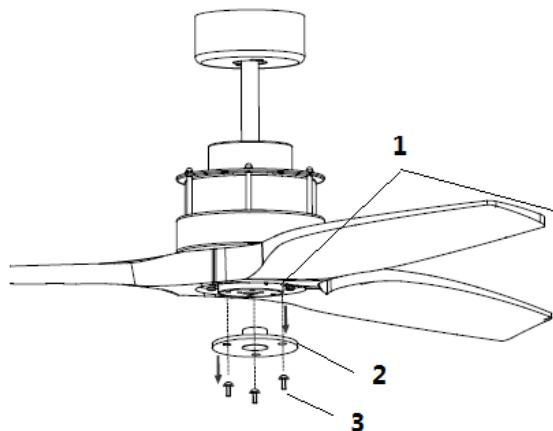

Fig. 11
- 하판 덮개를 탈착한 자리에 있는 하판 덮개 어댑터를 제거합니다. (Fig. 11)